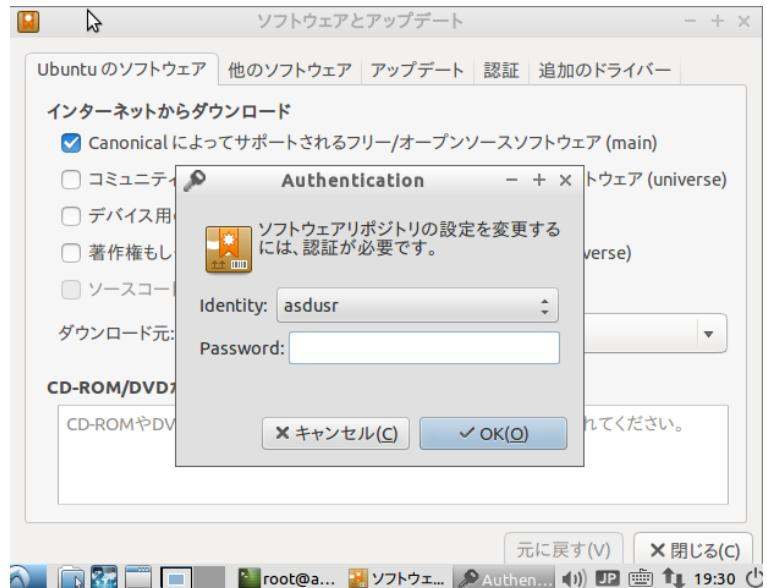

図 3-6-2. ソフトウェアとアップデート設定画面
②[Ubuntu のソフトウェア]タブや[アップデート]タブで許可したい項目にチェックを入れてください。一回目のチェックの時のみ図 3-6-2 のような認証を要求されます。パスワードを入れて[OK]を押してください。